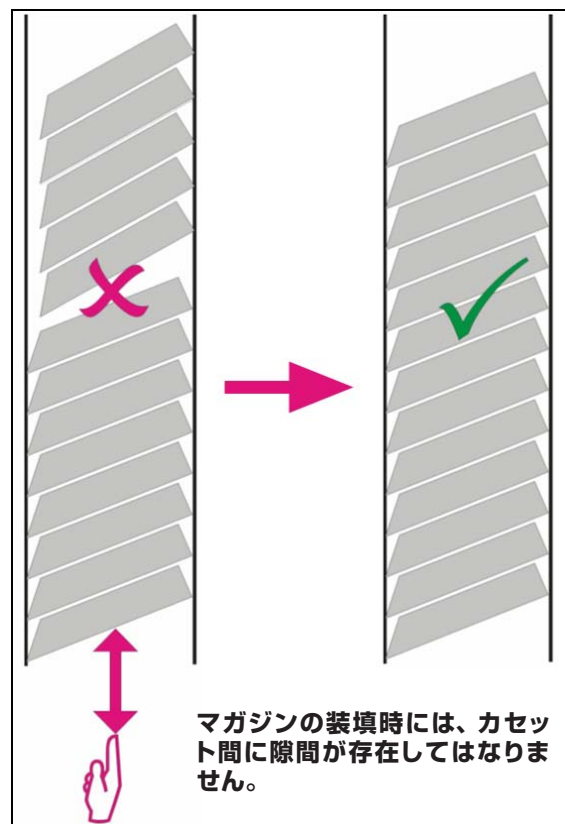

図 32
- そのためには、指で慎重にカセットを下から少し持ち上げてから離します。カセットがマガジン内に正しく位置するはずです（図 32 を参照）。
- テープで固定されたカセットを使用する場合は、新しく挿入されたスタックが以前に装填されたカセットと完全に整列していることを確認してください (図 32)。